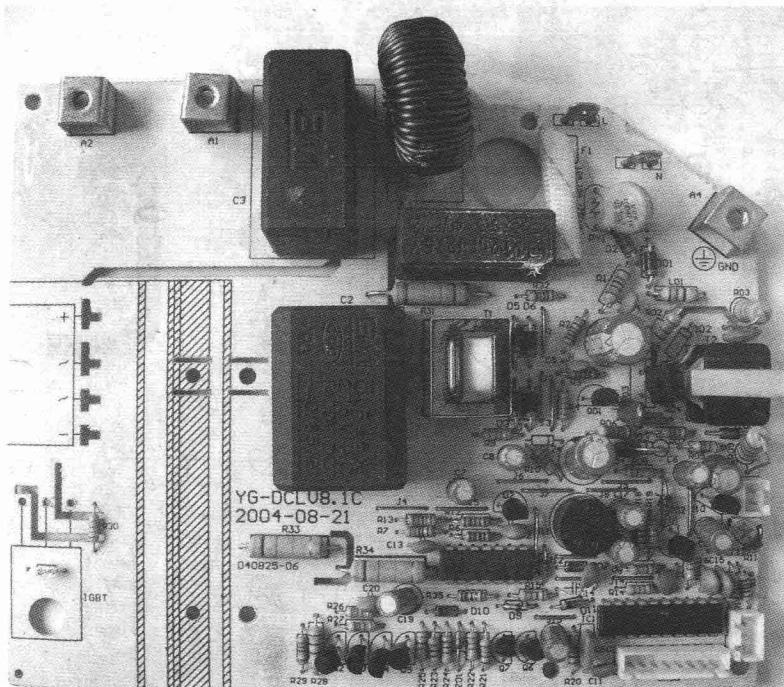

图 1 美联 C—18F20 电磁炉主板元件实物图
- (1) 首先,拍照高清晰电磁炉主板元件实物图照片和主板印制电路板,如图 1 和图 2 所示,然后送入制电处理,并剪切出密集线路的局部放大图,如图 3 所示。